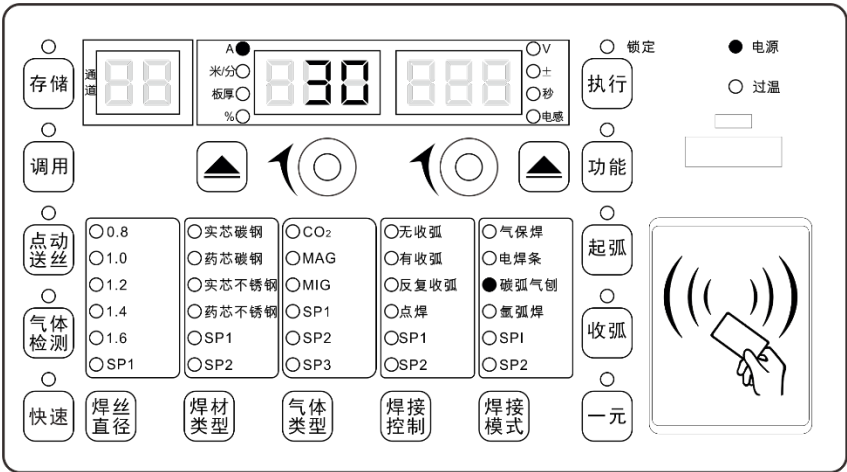

图3-37 专业版焊接电源碳弧气刨设置界面
- 3. 参数设置完成后可进行气刨操作。面板显示如图 3-37 所示。